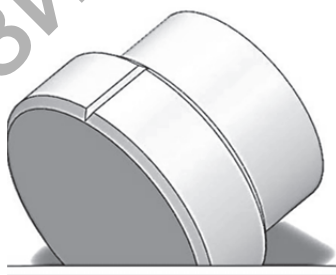

Рисунок 14.7
5. Выполните вырезание выдавливанием, используя команду «Вытянутый вырез» (рис. 14.7).